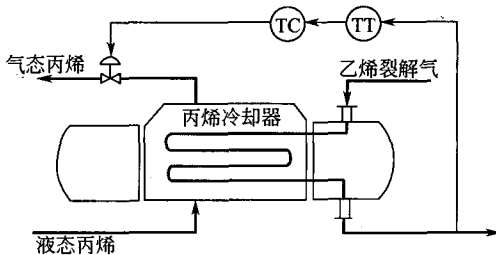

图 1-9 丙烯冷却器温度控制系统示意图
2. 在石油化工生产过程中，常常利用液态丙烯汽化吸收裂解气体的热量，使裂解气体的温度下降到规定的数值上。图 1-9 是一个简化的丙烯冷却器温度控制系统。被冷却的物料是乙烯裂解气，其温度要求控制在 \$(15 \pm 1.5)^\circ\text{C}\$。如果温度太高，冷却后的气体会包含过多的水分，对生产造成有害影响；如果温度太低，乙烯裂解气会产生结晶析出，堵塞管道。
- (1) 指出系统中被控对象、被控变量和操纵变量各是什么？
- (2) 试画出该控制系统的组成方块图。
- (3) 试比较图 1-9 及它的方块图，说明操纵变量的信号流向与物料的实际流动方向不同。
(3) 在图 1-9 中，气态丙烯的流向是由丙烯冷却器流出。而在方块图中，气态丙烯作为操纵变量，其信号的流向是指向丙烯冷却器的。